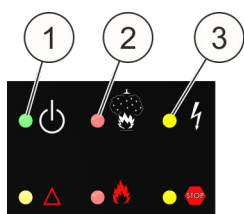

Fig. 51: Bloccaggio
- Il LED giallo in alto (Fig. 51/2) s'illumina.
Se un'anta dotata di contattore anta è aperta, s'illumina anche il LED giallo (Fig. 51/3) in basso.
- Prima della rimozione del bloccaggio, assicurarsi che il LED rosso (Fig. 51/1) in alto **non** s'illumini perché altrimenti viene immediatamente avviata la procedura di estinzione.